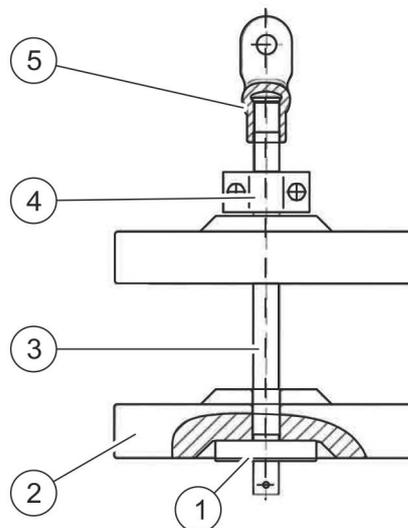

Abb. 12: Gewichtssatz, Querschnitt
Vorsichtig das Gelenkstück (Abb. 12/5) auf die Gewichtsstange schrauben und sicherstellen, dass das Gewinde vollständig versenkt ist.
- 4. ➔ Schlaufe an der Gewichtsstange (Abb. 12/3) an den Gabeln eines Gabelstaplers einhängen.
**13.** ▶ Alle Gewichte mit der Klemme (Abb. 12/4) sichern.
**4.** ▶ Schlaufe an der Gewichtsstange (Abb. 12/3) an den Gabeln eines Gabelstaplers einhängen.